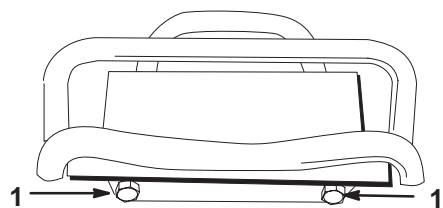

Figure 27
3. Si la machine se déporte vers la **gauche**, desserrez l'écrou de blocage **droit** et réglez la vis d'arrêt de correction directionnelle à l'avant de la commande de déplacement (Fig. 27).
4. Si la machine se déporte vers la **droite**, desserrez l'écrou de blocage **gauche** et réglez la vis d'arrêt de correction directionnelle à l'avant de la commande de déplacement (Fig. 27).